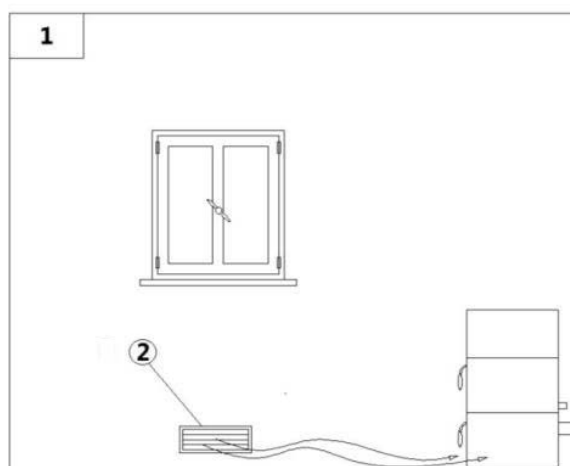

Fig. 10 - Fluxo de ar direto
LEGENDA Fig. 10
- O fluxo de ar entre o exterior e o local pode ser feito por via direta, através de abertura na parede externa do local (ver **Fig. 10**).